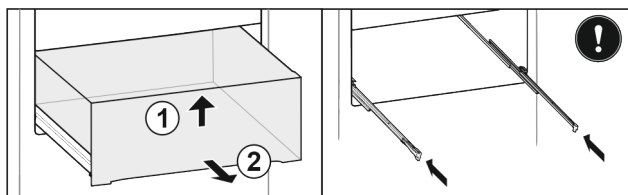

Fig. 19
- ▶ Повдигнете чекмеджето отпред Fig. 19 (1).
- ▶ Извадете напред Fig. 19 (2).